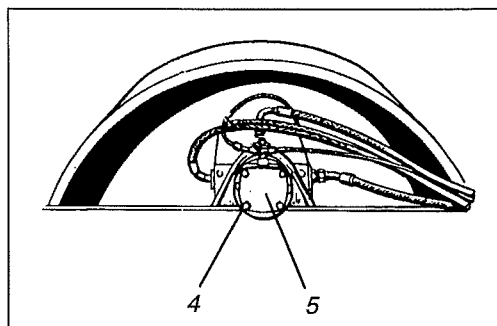

Fig. 28 Valsebrems
1. Løsne låsemutteren (2) og skru justeringsskruene (3) inn ca. 30 mm. Disse sitter på bakakselen, en skruer på hver side av differensialhuset.
2. Tørk av rundt valsebremsen (5), fig. 28, og skru ut festeskrue (4), 4 stk. Disse sitter på utsiden av valsegiret.